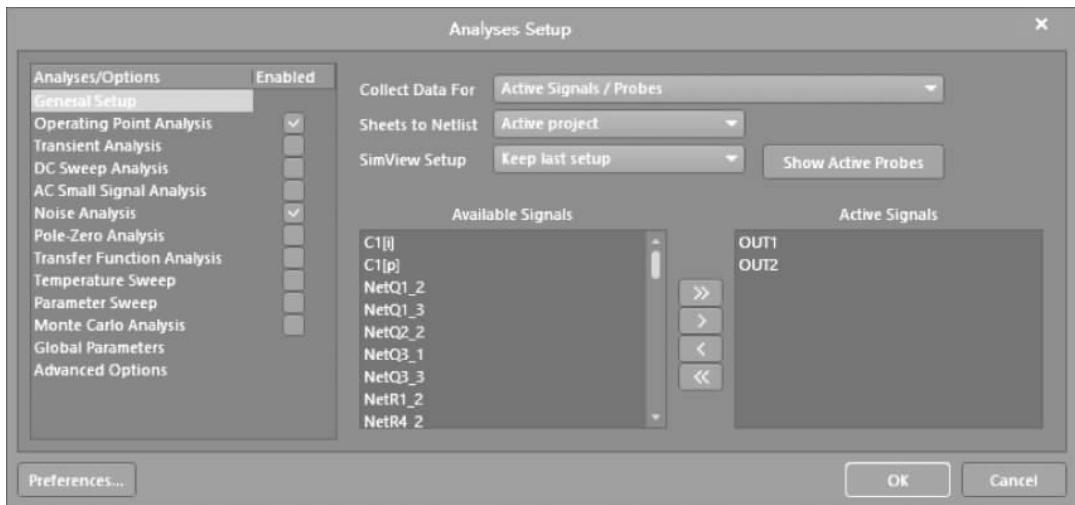

图 3-68 设置仿真参数界面 1
- (1) 在 AD 主界面主菜单下选择 Simulate→Edit 'Mixed Sim' Setup。
- (2) 打开如图 3-68 所示的 Analyses Setup(分析设置)界面,按下面参数设置。